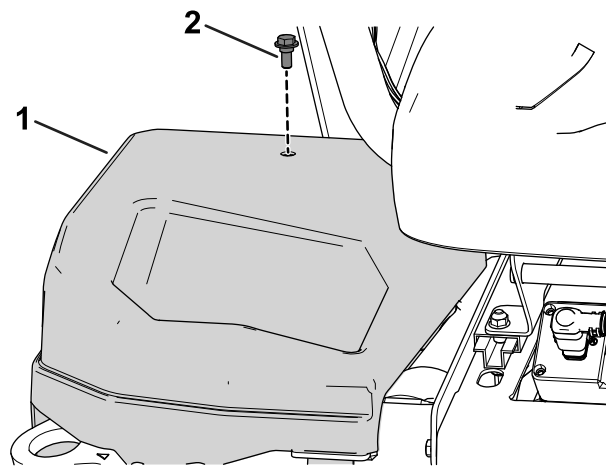

Figura 28
1. Rimuovete il coperchio dal lato destro della macchina (Figura 28).